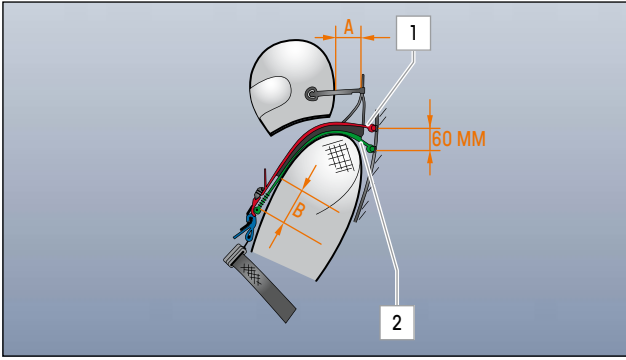

ABB.53 KORREKTER ABSTAND ZWISCHEN HANS- UND KÖRPERGURT
HANS-Gurt 1 (» Abb.53) und Körpergurt 2 (» Abb.53) müssen in der Nähe der Korsettenden des Systems angeordnet sein. Dieser spezifische Mindestabstand ist wichtig, um die Wirksamkeit des Kopf- und Nackenschutzes bei einem Unfall zu gewährleisten.
- Die Summe der beiden Werte **A** und **B** in der Abbildung links muss mehr als 100 mm (3,94 Zoll) betragen (» Abb.53).
- ▶ Der Kopf mit dem Helm wird nach vorn gezogen, bis die Helmgurte gestrafft sind. Messen Sie den Abstand zwischen HANS-Kragen und Helm = Abstand **A** (» Abb.53).
- ▶ Subtrahieren Sie Abstand **A** von 100 mm (3,94 Zoll) = Abstand **B** (» Abb.53). Dies ist der Mindestabstand zwischen HANS-Korsettspitzen und Gurtverbindung.
Der HANS-Gurt 1 (» Abb.53) ist stets straff zu ziehen. Die Wirkung des Kopf- und Nackenschutzes ist abhängig von der Reibung zwischen Korsettoberfläche und HANS-Gurt. Letzterer sollte vorzugsweise von einer anderen Person als dem Fahrer gestrafft werden. Denn nur so wird ein optimaler Sitz gewährleistet.